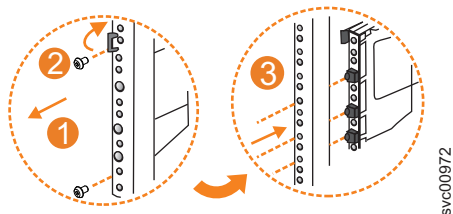

図 132. 前面フレーム・ブラケットからのレール・アセンブリーの取り外し
1. 図 132 に示すように、外部レール・セクションを前面ブラケット・アセンブリーに固定している 2 本のねじを取り外します。
2. 153 ページの図 132 に示すように、レール・セクションを前面ブラケットから引き離して、取り外します。